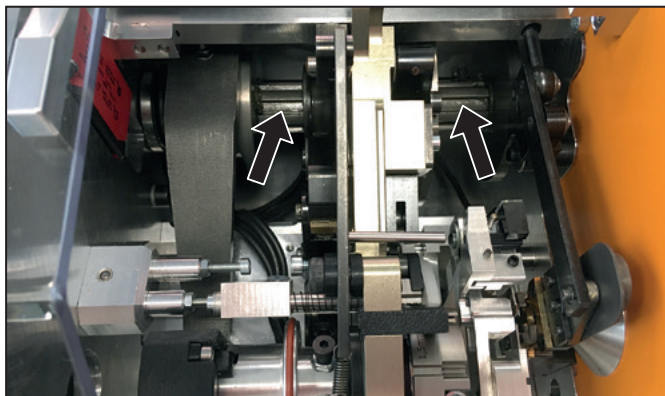

Imagen 7.6 Puntos de lubricación del eje motriz
- Lubrique el eje motriz en los puntos señalados, véase Imagen 7.6.